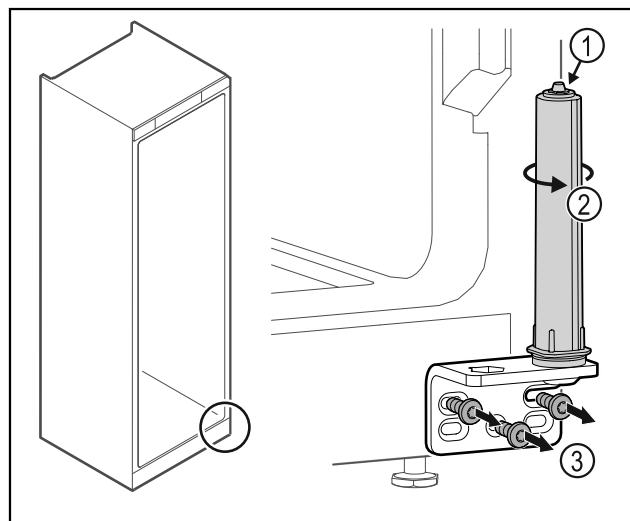

Fig. 51
- No desensamblar el sistema de cierre de la puerta Fig. 51 (1).
- Girar el sistema de cierre Fig. 51 (2) hasta que haga clic.
- Desatornillar la escuadra de bisagra Fig. 51 (3).